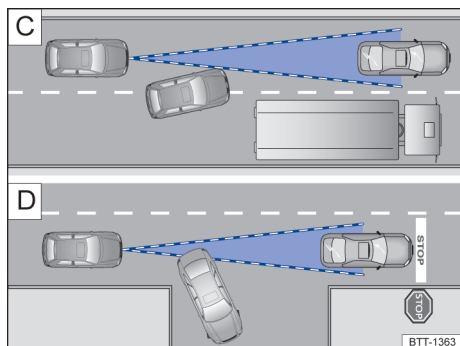

Fig. 146 **C** Troca de faixa de rodagem. **D** Veículo virando ou parado.
Por exemplo, se um veículo detectado pelo ACC virar ou mudar de faixa, e se houver um veículo parado à frente deste veículo, o ACC não reagirá ao veículo parado → Fig. 146 **D**.
- Veículos que mudam diretamente para a faixa própria na frente do veículo próprio → Fig. 146 **C**.